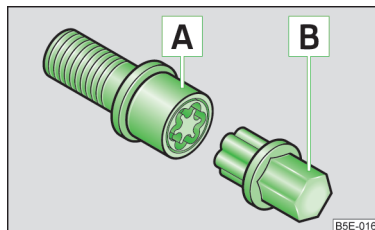

Fig. 185
- Introduceți adaptorul [B] » fig. 185 cu partea zimțată până la limită pe dantura interioară a șurubului antifurt [A], astfel încât să se mai vadă doar partea sa hexagonală.